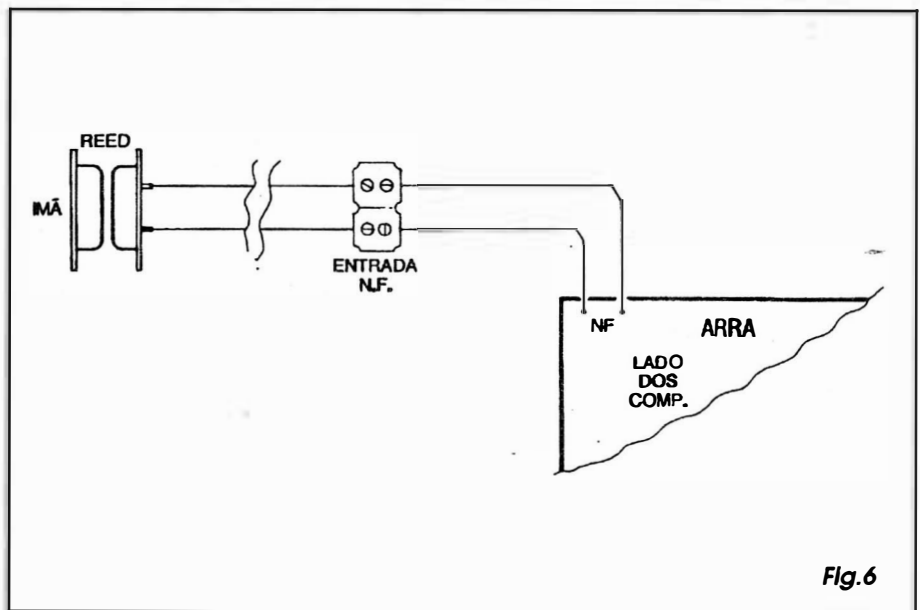

Fig.6
- **FIG. 6 - EXEMPLO DE CONEXÃO DE SENSOR N.F.** - Um exemplo clássico de sensor N.F. para ligação ao ARRÁ é visto na figura, com a utilização de um par **REED/imã** convencional... Não esquecer (e isso já foi mencionado...) que a condição N.F. facilita o uso de *vários* sensores, se isso for desejado ou requerido, bastando dispô-los eletricamente *em série*, de modo que a *abertura* de qualquer deles determinará a ruptura do *link*, suficiente para o acionamento do circuito. Mais uma coisa: não é obrigatório que o sensor (ou sensores...) fique *junto* à placa! Podem ser puxadas algumas dezenas de metros de